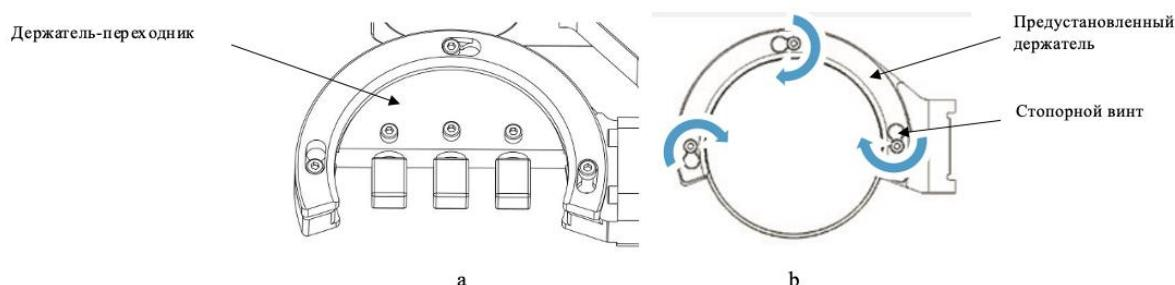

Рисунок 14
2. В ручном режиме нажмите кнопку «FIRST REFERENCE» (ПЕРВАЯ ТОЧКА ОТСЧЕТА). Все оси автоматически переместятся в положение, подходящее для установки/снятия обрабатываемой заготовки. Закрепите в предустановленном держателе держатель-переходник (см. рисунок 14 – а) или обрабатываемую заготовку напрямую (б) и затяните стопорные винты. Рекомендуемый крутящий момент для затягивания винтов: 3 Н\*м.